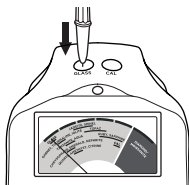

Рис. 1.5
- Прижмите наконечник щупа к диску-имитатору стекла, расположенному слева от контрольной лампы (Рис. 1.5). Приложите достаточных усилий, чтобы выступающий наконечник полностью ошел ввнутри корпуса щупа-ручки. Стрелка индикатора должна подняться и остаться в красной полосе (предпочтительно в центре) с надписью «Стекло» в течение двух-трех секунд.